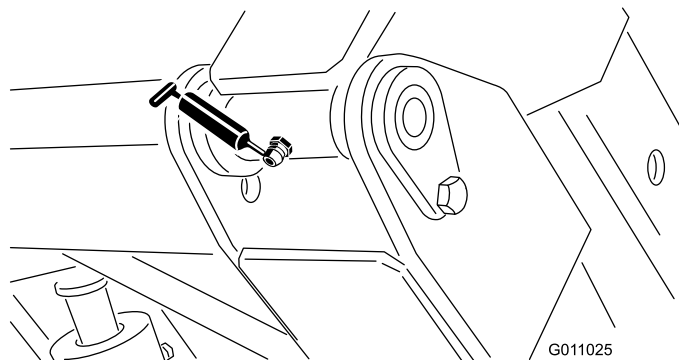

Figura 32
- Perno superiore del cassone (2) (Figura 32).